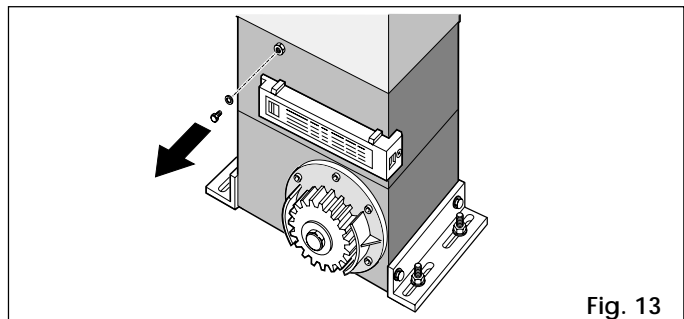

Fig. 13
- 6) Quitar el tornillo de desahogo (Fig. 13) y guardarlo.